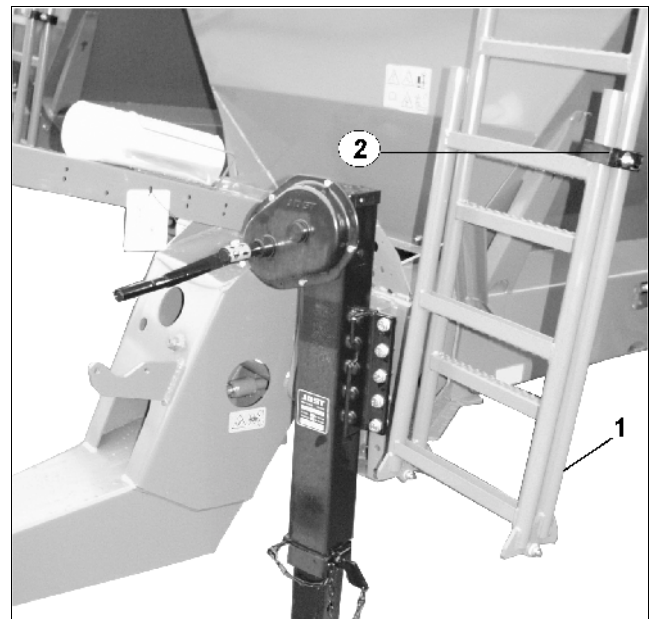

Fig. 53
- Zu Zwecken der Reinigung, Wartung und Reparatur ist der Behälter über die klappbare Leiter (Fig. 53/1) zu besteigen.
- Sicherungsschelle (Fig. 53/2) anheben.
- Leiter (Fig. 53/1) ausklappen.